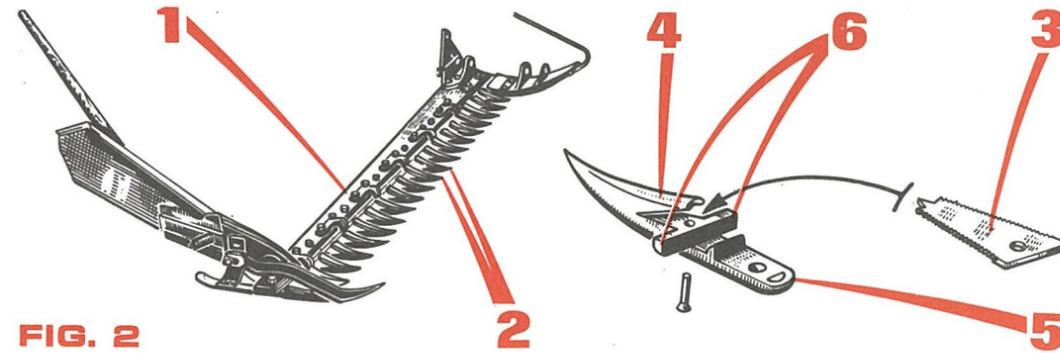

FIG. 2
■ La barre support (1 fig 2) dont la longueur est identique à celle de la lame supporte les doigts (2 fig 2) qui ont pour rôle de canaliser le fourrage et de permettre le sectionnement de l'herbe.
■ A l'avant de chaque doigt, sont rapportées par rivetage les contreplaques (3 fig 2) dont les bords sont tranchants et sur lesquelles les sections, en se déplaçant viennent cisailer le fourrage.
— Chaque doigt possède un recouvrement (4 fig 2), une queue (5 fig 2) de fixation à la barre et deux épaulements (6 fig 2).